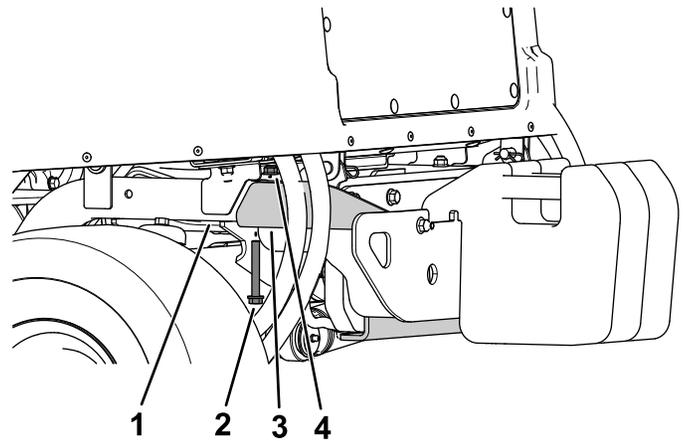

Figura 22
1. Retire el perno con arandela prensada ($\frac{3}{8}$ " x $2\frac{3}{4}$ ") y la tuerca con arandela prensada ($\frac{3}{8}$ ") que sujetan el parachoques al tubo del bastidor trasero en cada lado del parachoques (Figura 22).